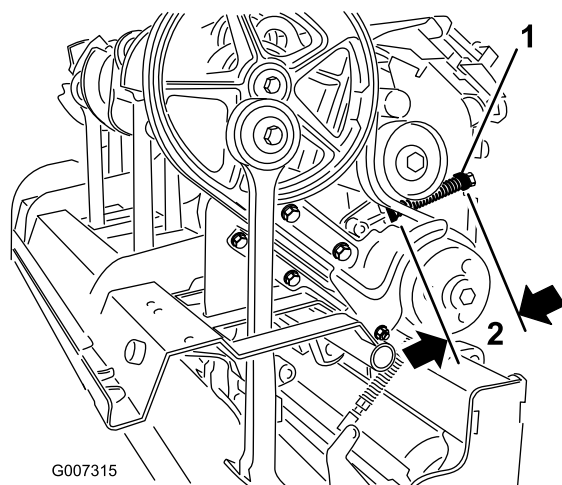

Figure 34
- C. Desserrez le contre-écrou qui fixe la retenue du ressort (Figure 34).
- D. Réglez la retenue de sorte à comprimer le ressort à la longueur voulue (Figure 34).